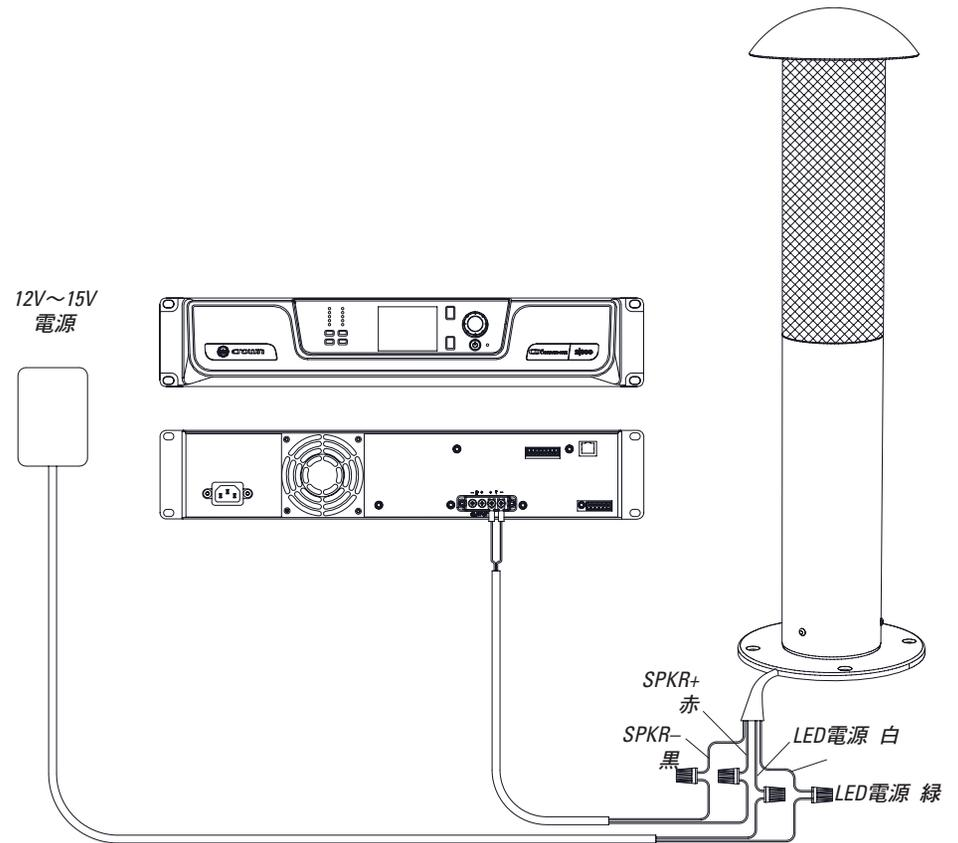

図28
2. 赤(+)のスピーカー入力ピグテール・ワイヤーをアンプ出力からの(+)ワイヤーに接続し、黒(-)のスピーカー入力ピグテール・ワイヤーをアンプからの(-)ワイヤーに接続します(図28をご覧ください)。確実に接続するため、クリンプコネクタまたはワイヤーナットを使用します。信頼性を高めるため、地下のIP65仕様防水電気ジャンクション・ボックス内部に接続します。